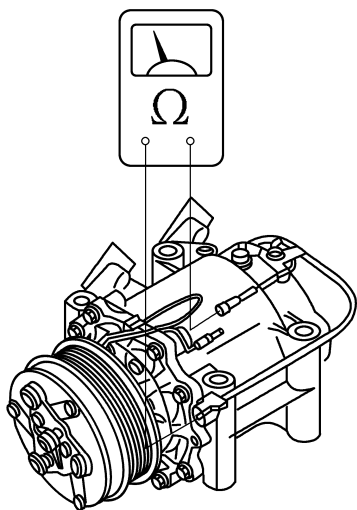

图 5-8 测量热保护开关导通性
5) 如图 5-8 所示, 松开托架上的励磁线圈插接器, 然后断开。检查热保护装置的导通性。如果不导通, 更换热保护装置。